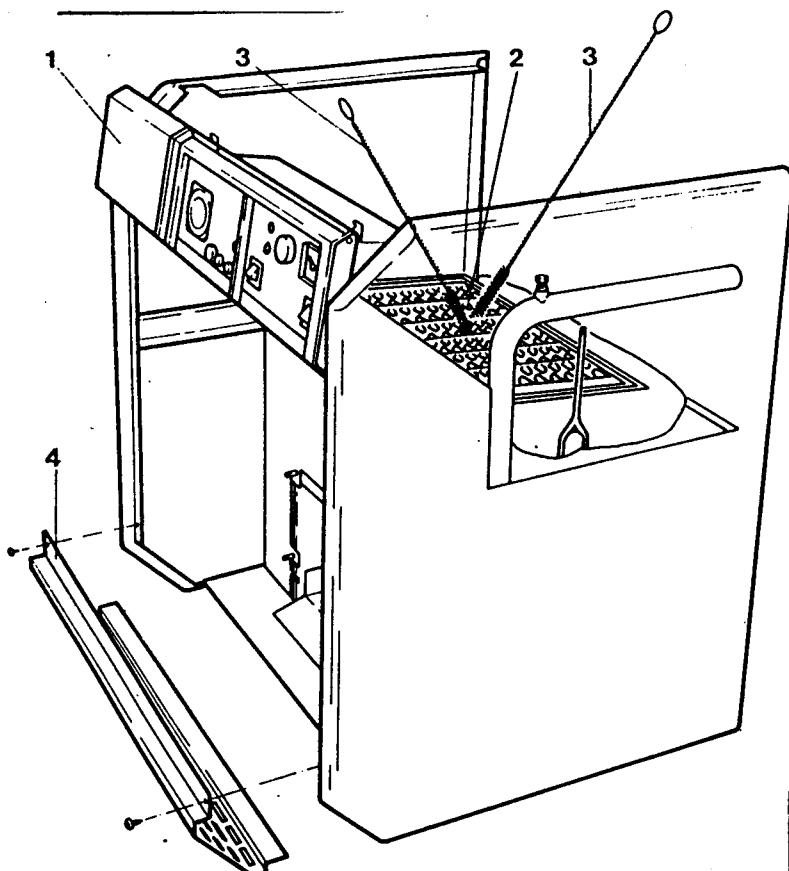

Рис.17
- Вынуть и основательно помыть поддон (2) рис. 17, стр. 35, затем вставить поддон (2) на место, обращая внимание на то, чтобы он был задвинут до упора.
Пояснения к рис.17